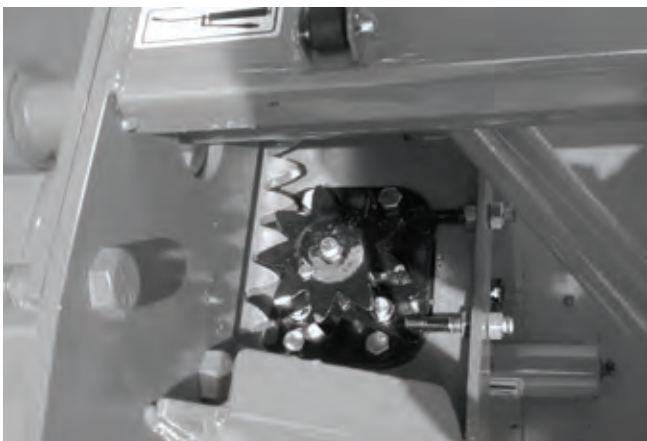

Figure 30
- 4) À l'aide des tendeurs, ajuster la distance entre les dents des engrenages afin qu'elles soient le plus près possible mais sans qu'il y ait de pression de l'une sur l'autre (Fig. 30).